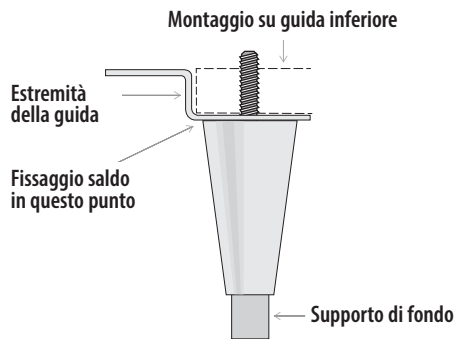

Fig. 4. Schema piedino di livellamento.
3. Infilare i piedini di livellamento nella guida del telaio o sul fondo dell'apparecchio. Vedere fig. 4 e 5.
5. Se l'unità non è perfettamente in piano, sollevare delicatamente e sostenere l'estremità inferiore dell'apparecchio. Dopodiché, con una chiave regolabile, avvitare i supporti di fondo del piedino di livellamento verso l'interno o l'esterno per mettere in piano e supportare correttamente l'apparecchio. Vedere fig. 4 e 6.